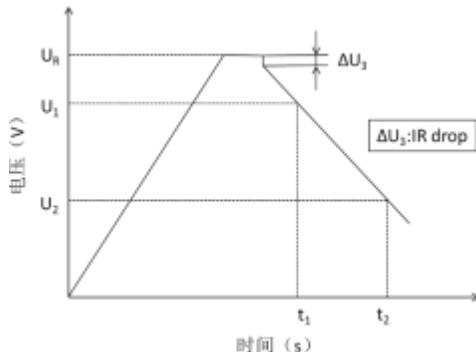

图2 电容量测试示意图
测量电容器两端电压从  $U_1$  到  $U_2$  的时间  $t_1$  和  $t_2$ ，如图 2 所示，根据下列等式计算电容量值：
- 用电压记录仪记录电容器充放电转换端电压瞬间 10ms 电压降的变化量 ΔU3，如图 2 所示。